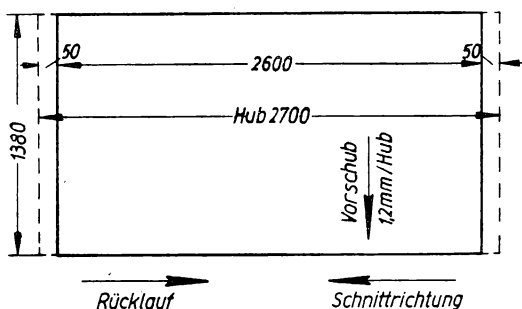

Bild 1
10. Eine Richtplatte von 2600 mm Länge und 1380 mm Breite (Bild 1) soll